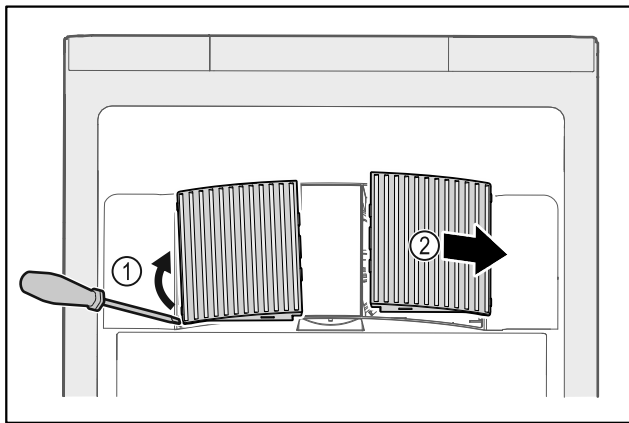

Fig. 133
- ▶ Ventilatorafdekkingen voorzichtig aan de zijkant eruit halen Fig. 133 (1) en naar de voorkant toe verwijderen Fig. 133 (2).